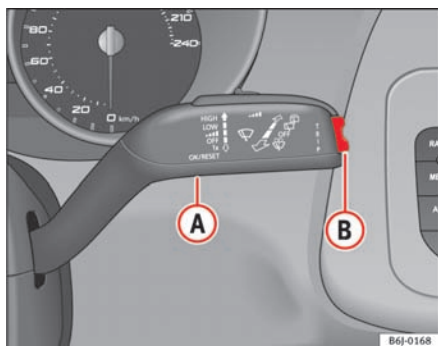

Fig. 31 Betjeningsarm til viskerne: knappen A og vippeknappen B
- Tryk et kort øjeblik på knappen ⇒ fig. 31 **A** på betjeningsarmen til viskerne, når tændingen er tilsluttet, for at skifte mellem de to hukommelser.